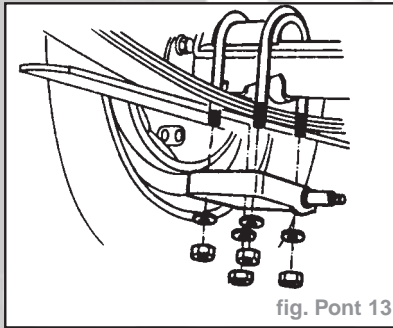

fig. Pont 13
- Déposer les écrous, rondelles, étriers en "U" et les plaques de fixation de ressort (fig. Pont 13).